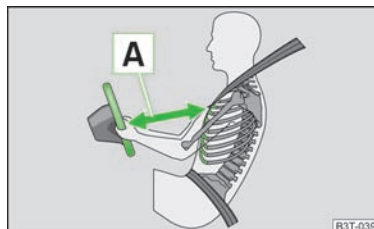

Fig. 141
- Il est important que le conducteur et le passager avant se tiennent à une distance minimum de 25 cm du volant et du tableau de bord > fig. 141 **A**. Les airbags ne peuvent pas vous protéger si vous en êtes plus près - danger mortel ! Les sièges avant et les appuie-tête doivent en outre toujours être ajustés en fonction de la taille des personnes.